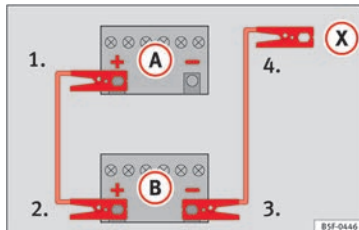

Bild 69 Skiss över anslutning i fordon utan start-/stoppsystem
2. Anslut ena änden av den röda startkabeln till pluspolen (+) på bilen med det urladdade batteriet (A) » » bild 69.
3. Anslut andra änden av den röda startkabeln till pluspolen (+) i bilen med hjälpbatteriet (B).
4. *Fordon utan start-/stoppsystem:* Anslut ena änden av den svarta startkabeln till minuspolen (-) i bilen som ger ström (B) » » bild 69.